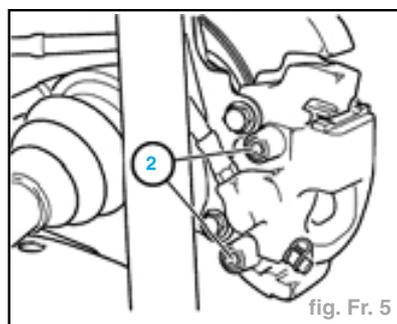

fig. Fr. 5
- Retirer l'agrafe (1) du côté droit et débrancher le connecteur du témoin d'usure de plaquettes.
- Déposer les vis de guidage (2) et dégager l'étrier de frein vers l'arrière (fig. Fr. 5).